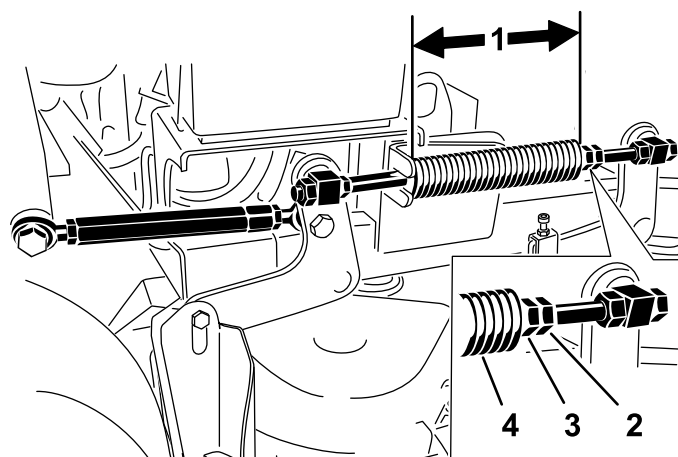

Figura 84
Nota: O comprimento nominal é de 28,2 cm para plataformas de cortadores de 91 cm e de 25,7 cm para plataformas de cortadores de 102 cm (Figura 84).
3. Ajuste esta distância desapertando a porca de bloqueio da mola e rodando a porca em frente de cada mola (Figura 84).
4. Bloqueie a porca na posição apertando a porca de bloqueio da mola (Figura 84).